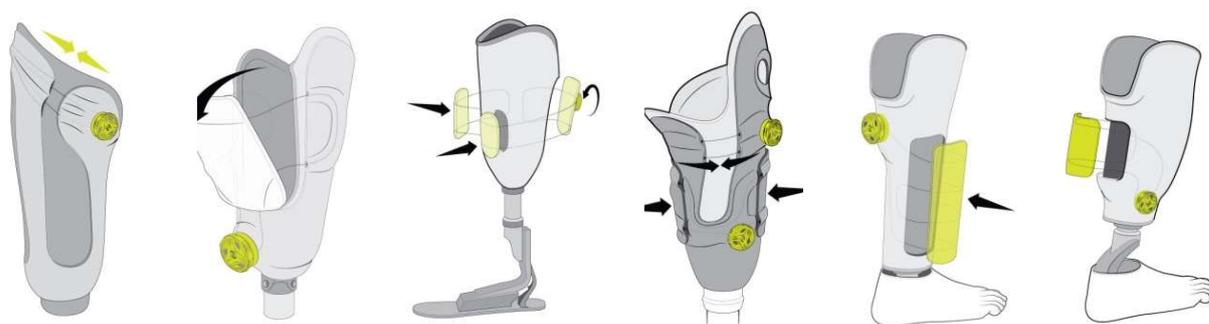

図 1 .M1900 使用例
A. 義足ソケットへの使用を推奨しており、義足着脱の簡便化と確かな締め付けと高い適合が得られる。ソケットシステムへの使用例は下図 1.を参照下さい。